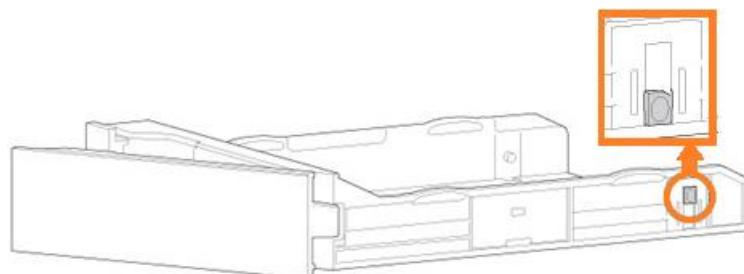

Рисунок 166. Переключатель адаптера SSD
15. В нижнем правом углу лотка жестких дисков имеется переключатель адаптера SSD (см. Рисунок 166). Переключить его в нижнее положение.